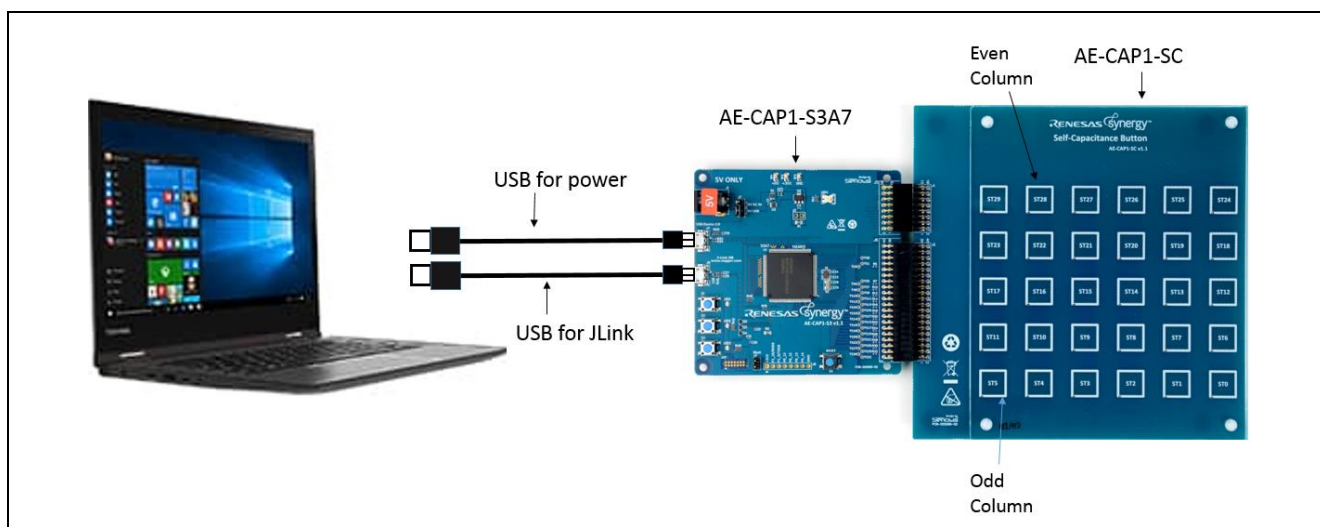

図 35 プロジェクト AE_CAP1_S3A7_ST_App ハードウェアの設定
- a. AE-CAP1-SC ボードの奇数列のボタンを押すと (図 35 の奇数列の定義を参照)、LED1 (赤) が点灯し、離すと消灯します。
- b. AE-CAP1-SC ボードの偶数列のボタンを押すと (図 35 (偶数列の定義については) を参照)、LED2 (黄) が点灯し、離すと消灯します。